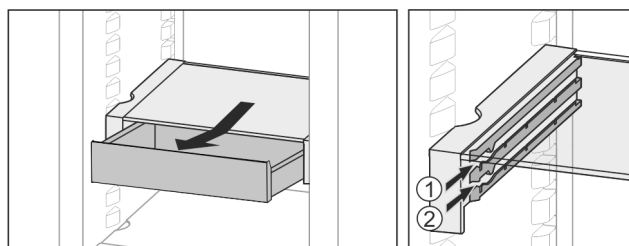

Fig. 30
- ▶ Op een willekeurige hoogte Fig. 30 (1) of Fig. 30 (2) erin schuiven.